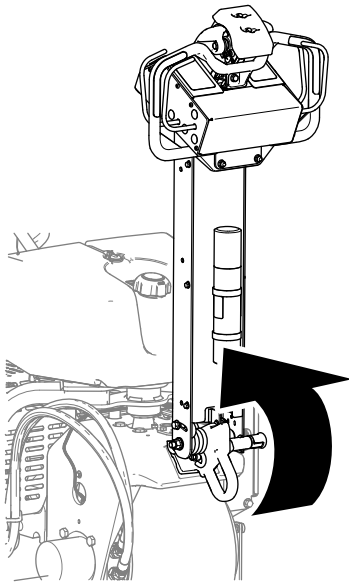

Figura 72
1. Eleve totalmente el manillar para accionar el freno de estacionamiento (Figura 72).